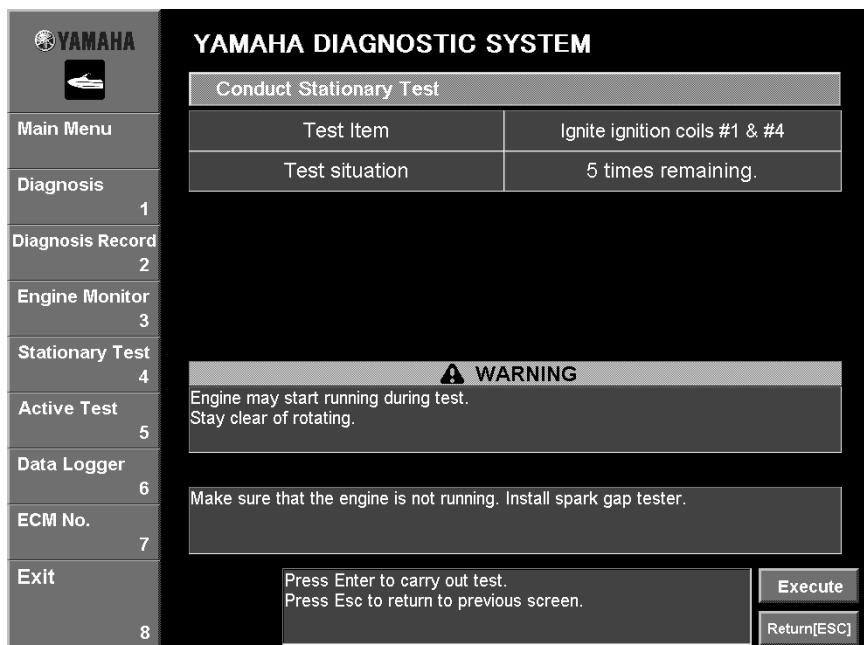

Fig. 42
5. Click the **Execute** button or press the Enter key on your keyboard. (Fig. 42)
5. Cliquer sur le bouton **Execute** ou appuyer sur la touche Entrée du clavier (Fig. 42).
5. Klicken sie auf **Execute** oder drücken Sie auf die “Enter”-Taste auf Ihrer Tastatur. (Abb. 42)
5. Haga clic en el botón **Execute** o pulse la tecla Intro en el teclado. (Fig. 42)